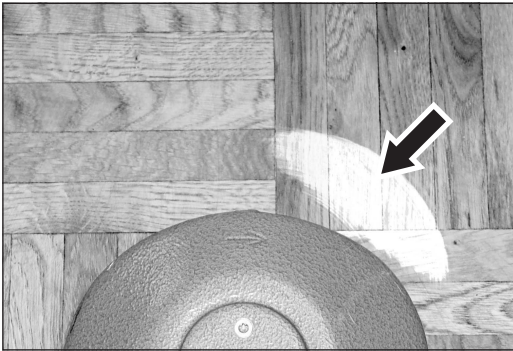
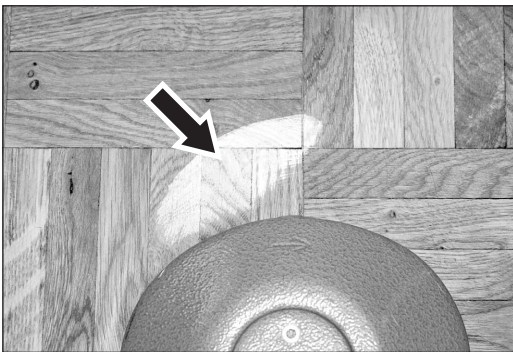

Abb. 76 **Falsche** Einstellung der Lenkrollen:
Abb. 78 **Falsche** Einstellung der Lenkrollen:
- 7 Schleift die Maschine zu weit rechts (Abb. 76) oder zu weit links (Abb. 78), sind die Lenkrollen **nicht gleich hoch** eingestellt (Abb. 77 und Abb. 79)!